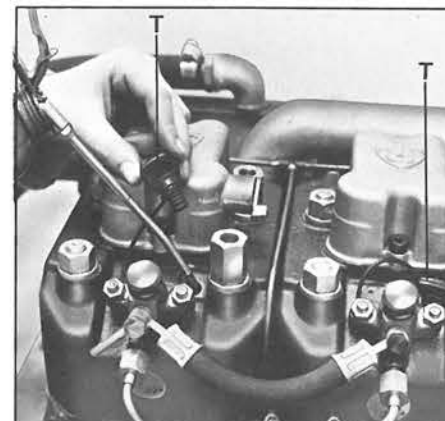

Fig. 19
- 9.2 Togliere dalla testa i tappi in gomma «T» (tappi cicchetto), introdurre nei fori alcune gocce (circa un cucchiaino da tavola) di olio nuovo del tipo usato nel motore, attendere alcuni secondi e ritappare (fig. 19).
- 9.2 Take off from head, rubber plug «T» priming plug, and let in a small quantity of the new engine oil, wait a few seconds and replace plug on head (fig. 19).